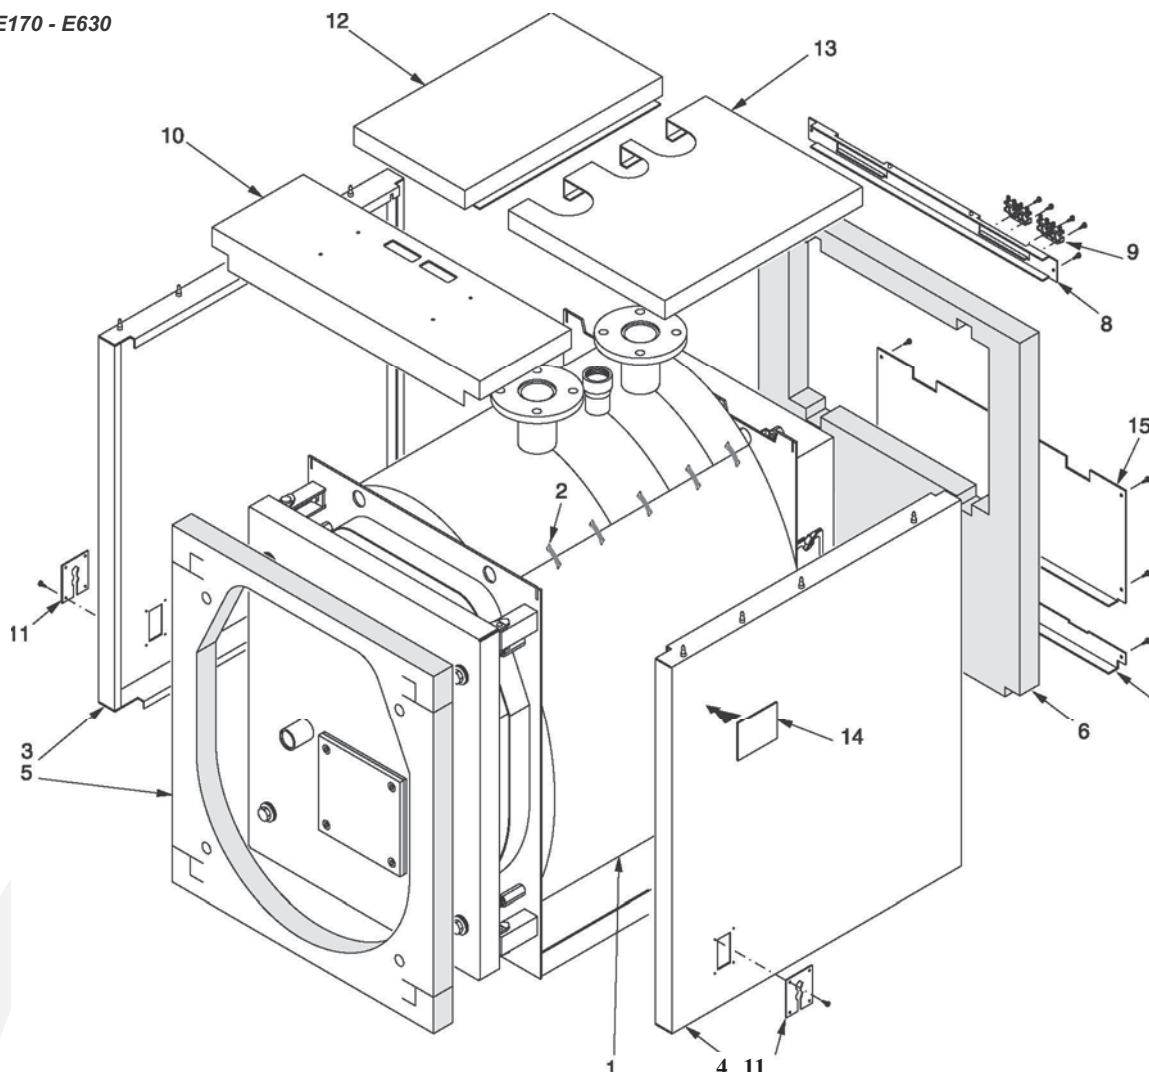
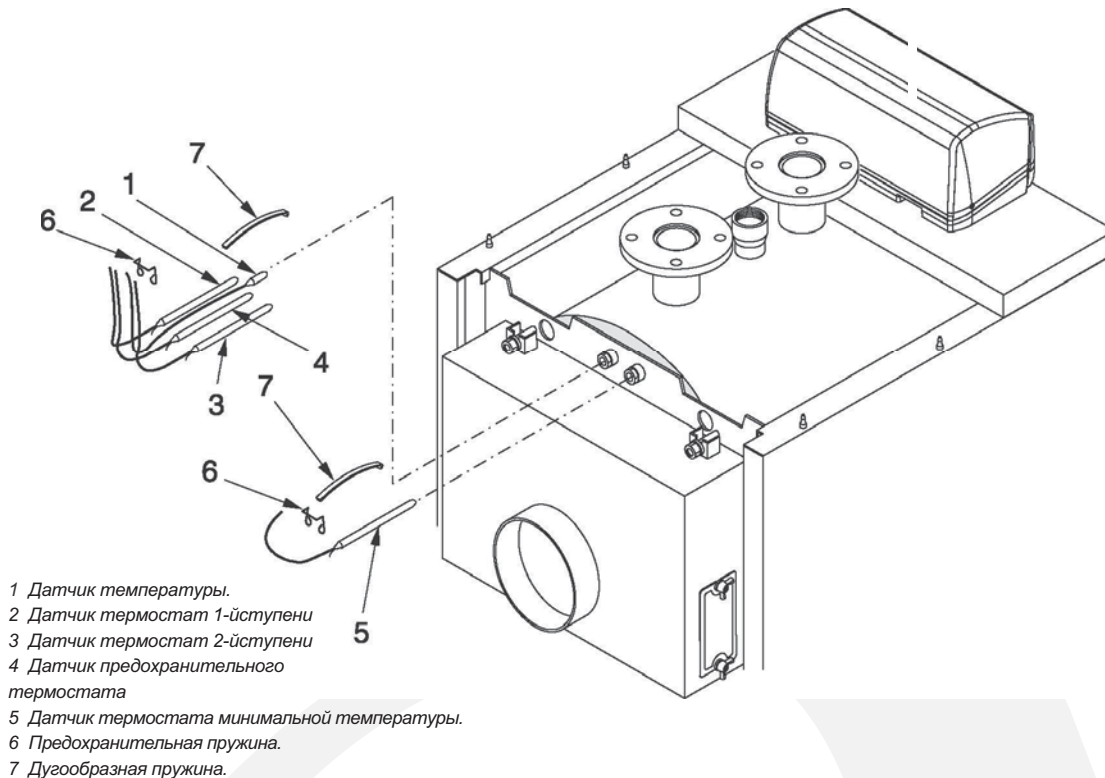

рис. 21
рис. 22
N.B. Для моделей котла от **E 170 до E 510** (см. рис. 21), обшивка и изоляция находятся в одной упаковке с маркировкой:
N.B. Для модели **E 630** (см. рис. 21) и для моделей от **E 760 до E 2200** (см. рис. 22 и 23), обшивка и изоляция находятся в трех упаковках маркированных:
Последовательность монтажа (см. рис. 21)
- Ж) Вставьте датчики приборов в манжеты, как показано на рис. 22 и подключите пульт управления к электропитанию, к горелке, насосу, и т.д. Закройте крышку панели управления. Проведите кабель горелки через зажимную панель проводов (поз. 11) со стороны его выхода и зафиксируйте кабель при помощи прилагаемого хомута. Зафиксируйте зажимные панели проводов (поз. 11) на боковых панелях обшивки. С обратной стороны котла аккуратно соедините выходящие электрические кабели в связку при помощи прилагаемого зажима.
- Ф) Вставьте датчики приборов в манжеты, как показано на рис. 22 и подключите пульт управления к электропитанию, к горелке, насосам, и т.д. Закройте крышку панели управления.